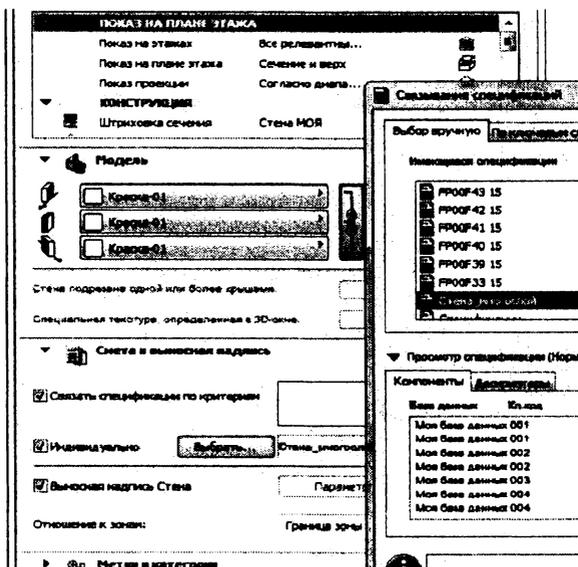

Рисунок 50
3. Выберите все стены и через вкладку **Смета** и выносная надпись диалогового окна параметров осуществите индивидуальное назначение им спецификации «Стена_многослой» (рис. 50).
3. Выберите все стены и через вкладку **Смета и выносная надпись** диалогового окна параметров осуществите индивидуальное назначение им спецификации «Стена_многослой» (рис. 50).